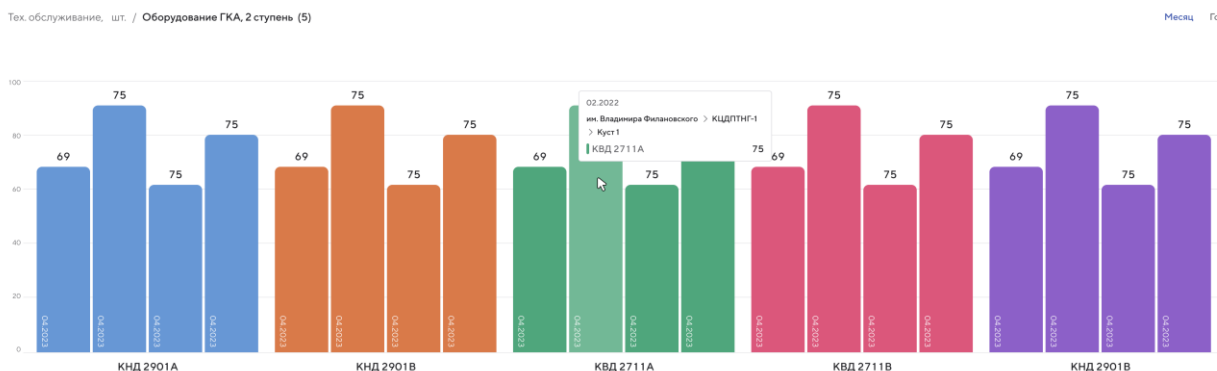

Рисунок 195 – Страница вкладки «Тех. обслуживание». Выбран вид оборудования «Оборудование ГКА, 2 ступень»
5. Подведите указатель мыши к столбцу диаграммы вида оборудования и нажмите левую кнопку мыши. Откроется страница вида оборудования со статистической информацией об техническом обслуживании в разрезе единиц оборудования, входящих в данный вид оборудования (Рисунок 195).
5. Подведите указатель мыши к столбцу диаграммы вида оборудования и нажмите левую кнопку мыши. Откроется страница вида оборудования со статистической информацией о техническом обслуживании в разрезе единиц оборудования, входящих в данный вид оборудования (см. Рисунок 195).